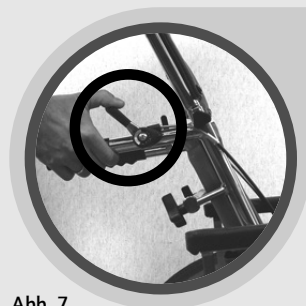

Abb. 7
- Bowdenzughebel des Druckfedersystems betätigen und gedrückt halten (siehe Abb. 7)
- Den Rückenlehnenwinkel wie gewünscht einstellen (siehe Abb. 7)
- Bowdenzughebel loslassen (Abb. 7)